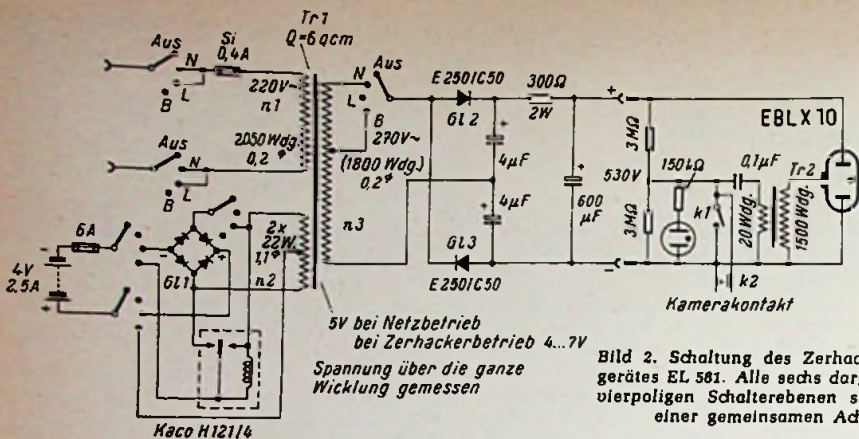

Bild 2. Schaltung des Zerkhacker-Blitzgerätes EL 581. Alle sechs dargestellten vierpoligen Schalterebenen sitzen auf einer gemeinsamen Achse
Nach dieser abschweifenden, aber vielleicht doch ganz interessanten Betrachtung kommen wir nun zu der eigentlichen Bauanleitung. Gewählt wurde ein Zerkhacker-Blitzgerät, für dessen Aufbau große Erfahrungen und zweckmäßige Einzelteile vorhanden sind. Das Gerät wurde in eine große Fototasche eingebaut (Bild 1), die außerdem noch genügend Platz bietet, um die Kamera selbst unterzubringen, so daß man auf Reisen alles geschlossen beieinander hat. Die Schaltung ist in Bild 2 dargestellt. In der unteren Schalterstellung B = Blitzen wird die Spannung eines 4-V-Akkumulators für Blitzgeräte von der Firma Sonnenschein durch einen Kaco-Zerkhacker in Wechselspannung umgeformt. Sie liegt an der Wicklung n 2 des Übertragers, wird in n 3 auf ca. 270 V hochtransformiert, in einer Spannungsverdopplerschaltung gleichgerichtet und ladet dann den 600-μF-Blitzkondensator auf rund 530 V auf. Das Gerät hat also einen Nennwert von
- 1 Universal-Transformator 220 V/250 V/4 V, Daten siehe Bild 2
- 1 Niederspannungs-Gleichrichter (G1.1 in Bild 2) Brückenschaltung, 20 V/0,5 A
- 2 Flachgleichrichter (G1.2, G1.3 in Bild 2), Typ E 250 C 50, Siemens